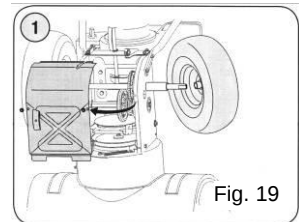

Fig. 19
b. Îndepărtați roata dreaptă deșurubând șurubul și șaiba de protecție care o fixează pe arbore. Vezi Fig. 19.